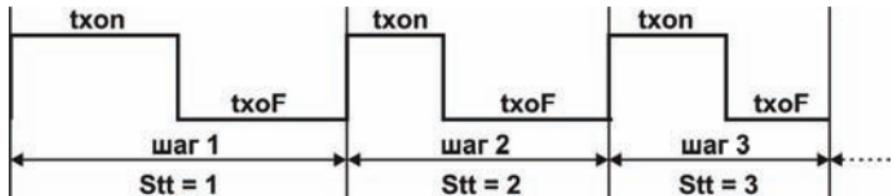

Рисунок 3
3.1.1.4 Каждый из тридцати шагов последовательности имеет свою пару параметров «*tXon*» и «*tXoff*», которая выбирается при программировании прибора параметром «*SttX*» (рисунок 3).